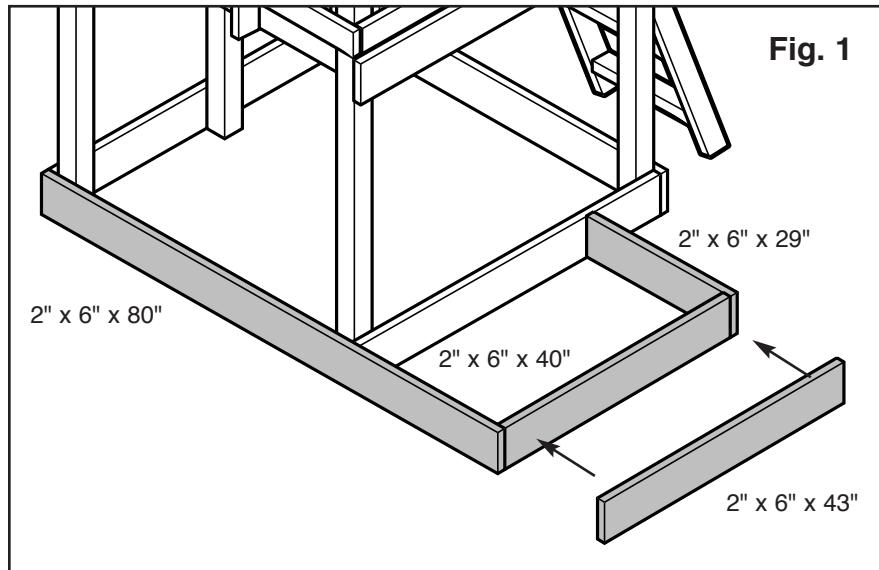

Fig. 1
3. Sujete una tabla de 2" x 6" x 80" a la base como se indica en Fig. 1 usando cuatro tornillos de 3" en cada unión. Taladre a través de los huecos existentes en el poste y a través de la nueva tabla de base. Inserte los pernos de carro que se quitaron previamente y sujetelos usando los herrajes que se quitaron previamente.
4. Sujete maderos que quedan a la unidad como se muestra en Fig. 1 usando tres tornillos de 3" por unión.